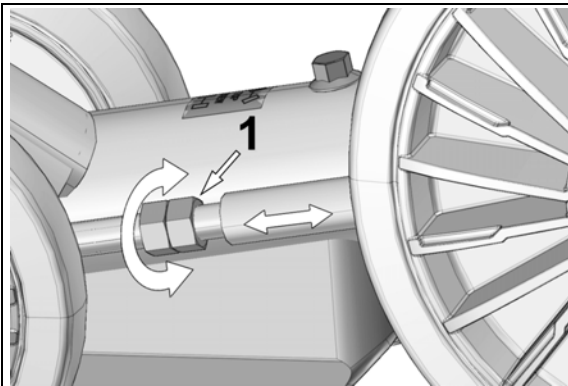

Figure 26
Desserrer le contre-écrou et tourner l'écrou d'ajustement (1) pour régler la tension de la chenille. Voir la Figure 26.